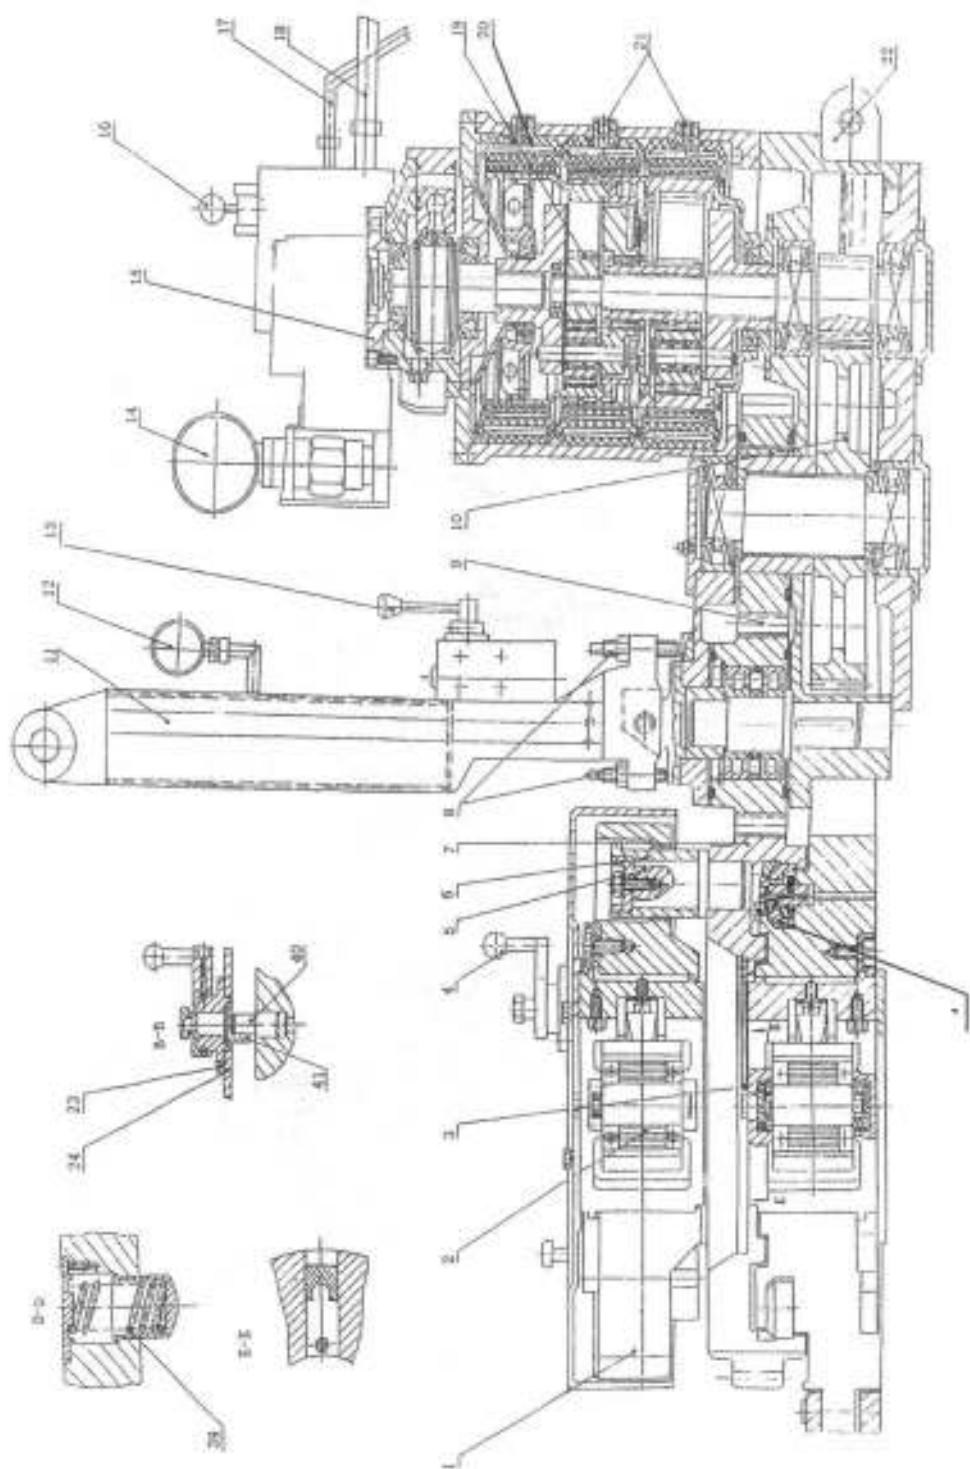

Рис.5
4.3 Комплект головки ключа (рис.4 и рис.5)
Плавучий механизм головы ключа применился к настоящему ключу. Как видно из рис.4 и рис.5.